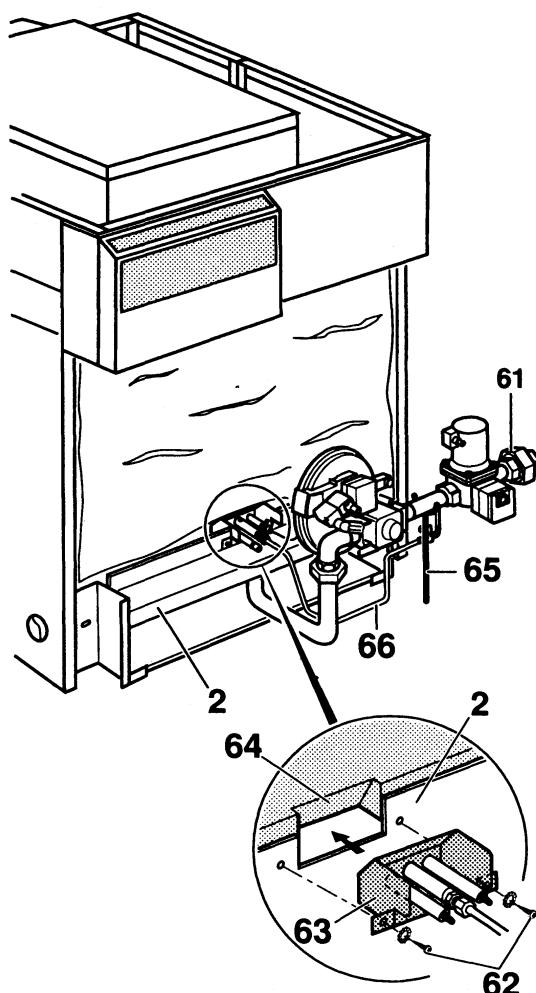

Рис. 30
- Установить два нижних боковых держателя (23) и прикрепить тремя гайками (M5, SW 8) с зубчатыми шайбами.
- Узел горелки (2) направить по направляющим (24) в узел топки (4), прикрепить их четырьмя гайками (M6, SW 10) с зубчатыми шайбами (3).
- Под узел горелки (2) до упора вставить жесть для защиты пола топки.
Рекомендация: газовую арматуру (61) следует монтировать согласно рис. 30.